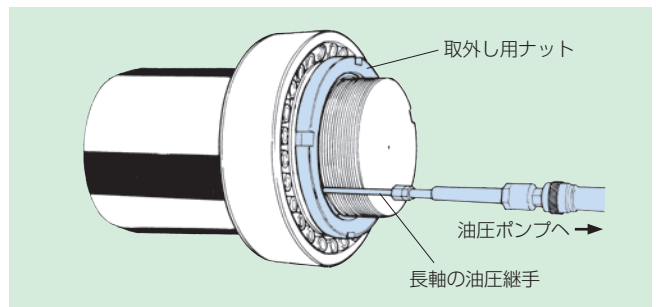

図19
(3) 油圧式取外しスリーブ端面の給油口に長軸の油圧継手をセットします（図19参照）。
(4) 長軸の油圧継手に、油圧ポンプからのホースを接続します（図19参照）。